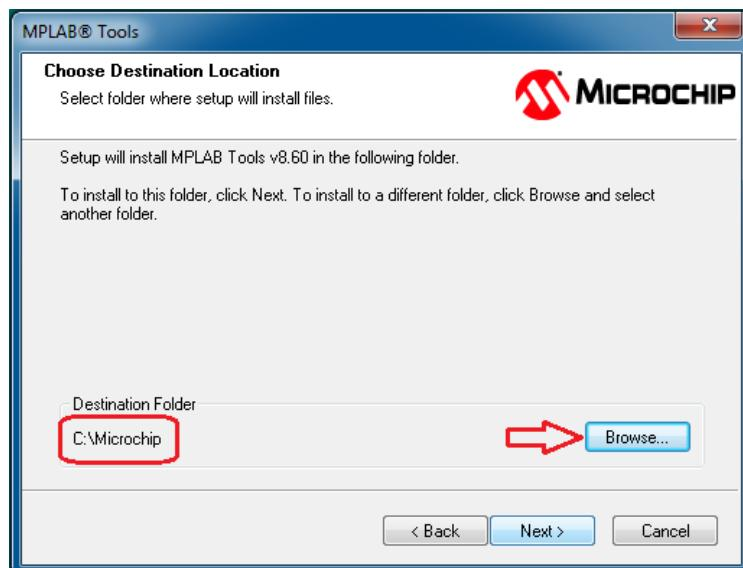

Figura 3.5 - Escolha do diretório onde o MPLAB será instalado.
- 4) Neste passo iremos escolher o diretório onde o MPLAB será instalado. É muito importante que o diretório seja C:\Microchip. Isso evita erros e padroniza a instalação. Para mudar para o diretório C:\Microchip clique em “browse”. Apague a frase “program files” ou “arquivo de programas” deixando apenas c:\Microchip. Clique em “OK”. Confira se o diretório é C:\Microchip. Se o diretório estiver correto clique em “Next” (ver Figura 3.5).